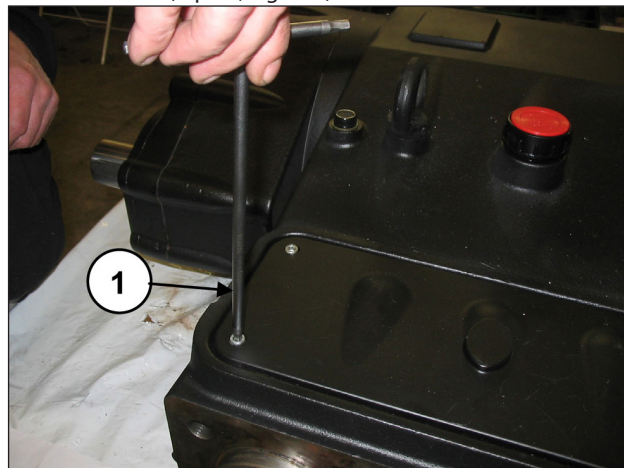

Fig. 133
Déposer le couvercle d'inspection supérieur en desserrant les 4 vis de fixation (rep. ①, Fig. 133)